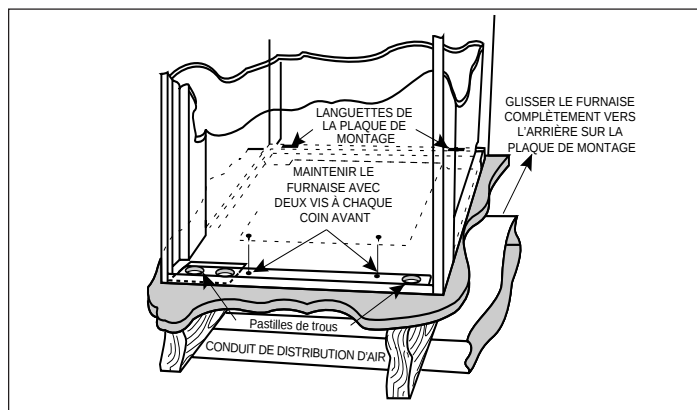

Figure 19. Furnaises à habillage « A » et « B »
- d. Maintenir l'avant avec une vis à chaque coin (voir la figure 19 ou 20).